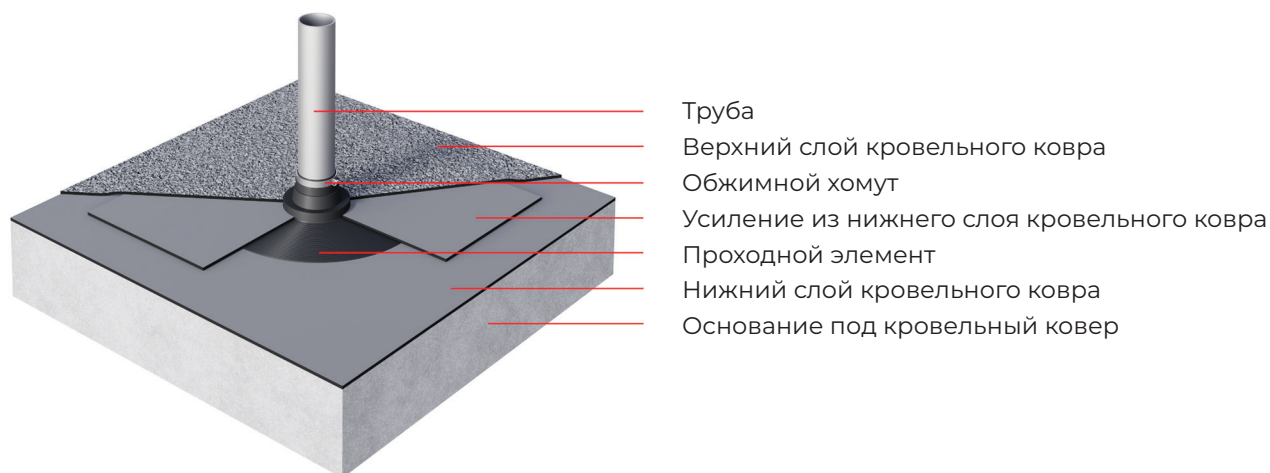

Рисунок 56 – Устройство примыкания с использованием проходного элемента
5.10.2 Проходной элемент надевается на трубу юбкой вниз и клеится в предварительно разогретую поверхность нижнего слоя кровельного ковра. Далее наплавляется усиление из нижнего слоя таким образом, чтобы оно выходило за границу юбки на 100 мм. После этого устраивается верхний слой кровельного ковра. Верхняя часть проходного элемента фиксируется хомутом (Рисунок 56)